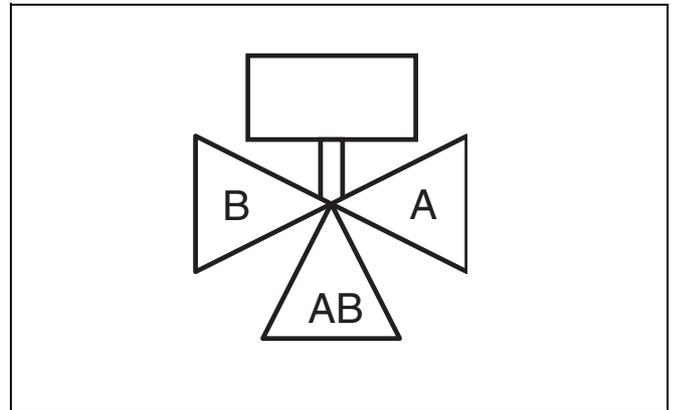

Abb. 6 Dreiwegeventil anschließen
- Kurzschlussleitung (im Lieferumfang enthalten) entsprechend "Montageanweisung Anschlussgruppe" zwischen Speichervorlauf (VS) und Speicherrücklauf (RS) montieren (siehe Kapitel 4.1 auf Seite 6).
- Dreiwegeventil in die Vorlaufleitung gemäß Abb. 6 einbauen.